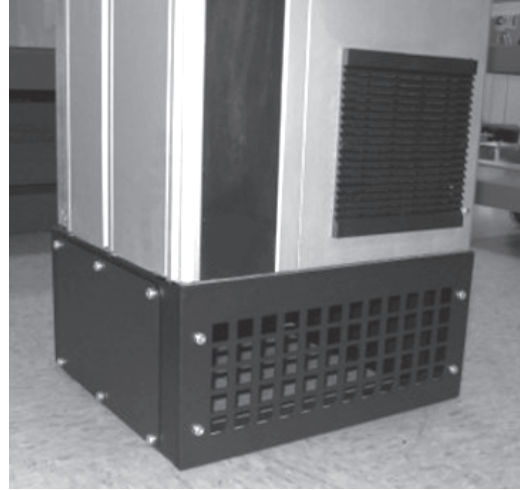

Fig. 7 CUE sobre un pedestal
4. Monte el CUE en el pedestal utilizando los tornillos que se adjuntan. Véase la fig. 7.